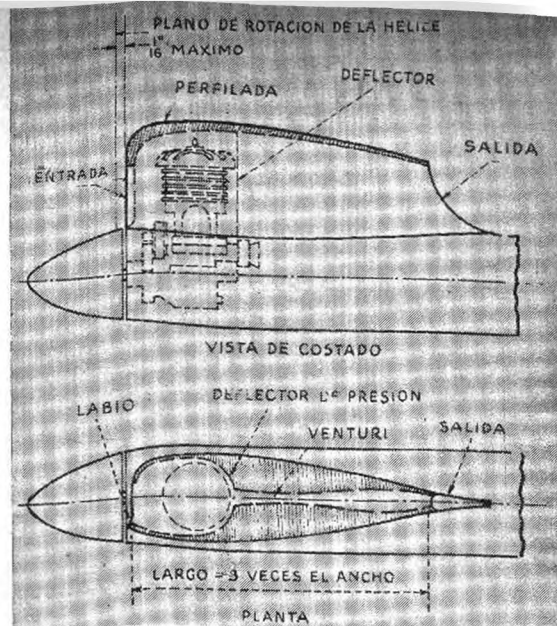

Fig. 3. Mejoras de los modelos de la fig. 2.
- 3) Carenado con deflectores de presión (fig. 3).